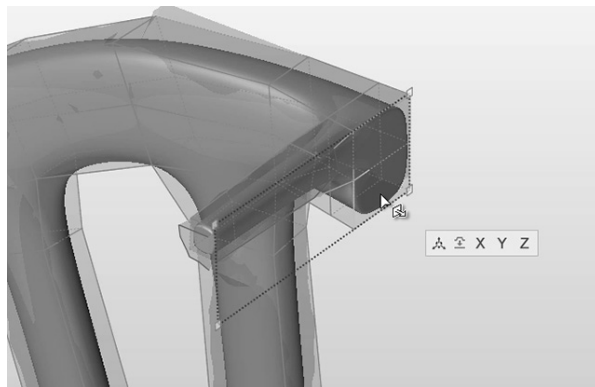

图 15-23
8. 选中图 15-23 中所示的面，然后单击小对话框上的 X 按钮，使该面对齐平面。